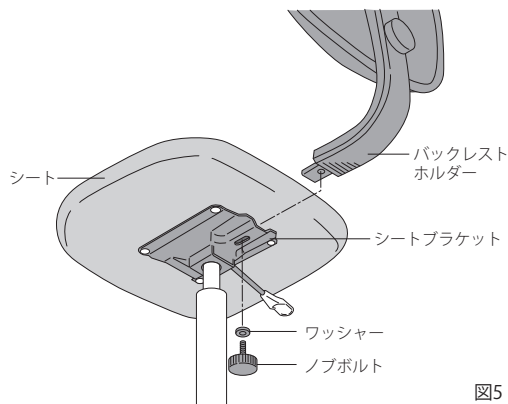

図5
4. バックレストホルダーから下側のノブボルトとワッシャーを取りはずします。バックレストホルダーをシートブラケットに挿入し、お好みの位置に調整します。(図5)